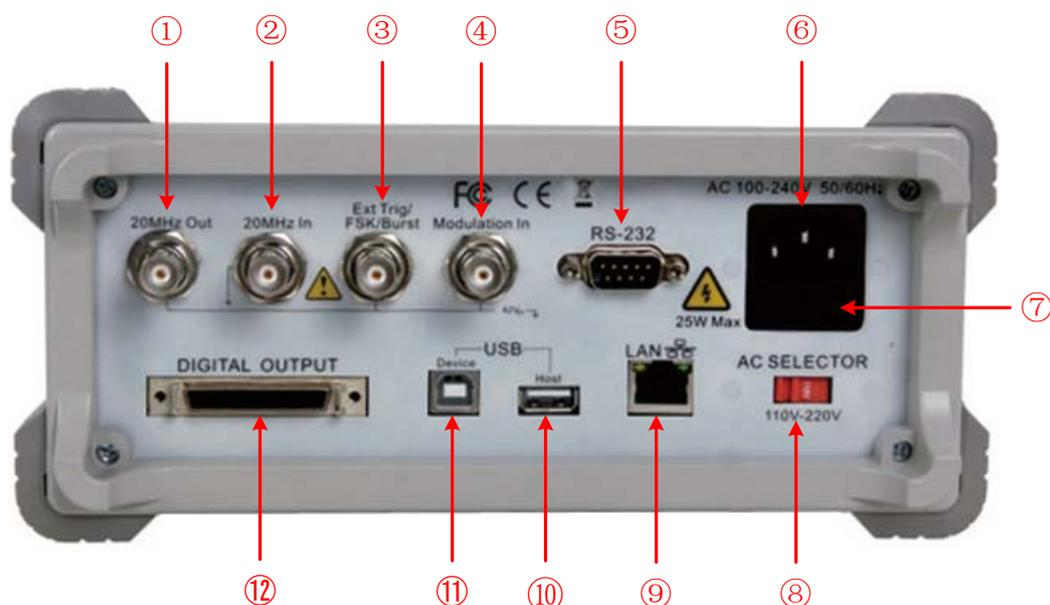

图 4-2 后面板概览
AG4151 任意波形发生器可输入电压为 110V和 220V的两种交流电源。根据所在国家的电源电压标准调节仪器后面板的 **电源转换开关**（见图 4-2），并更换相应的保险丝。
- (1) 关闭仪器前面板的电源开关，拔掉电源线。
- (2) 仪器出厂时内置 250 V, F2AL的保险丝，若与电压不匹配，使用一字螺丝刀撬开盖板（见图 4-2中的⑦），进行更换。
- (3) 调节 **电源转换开关** 至所需电压值。